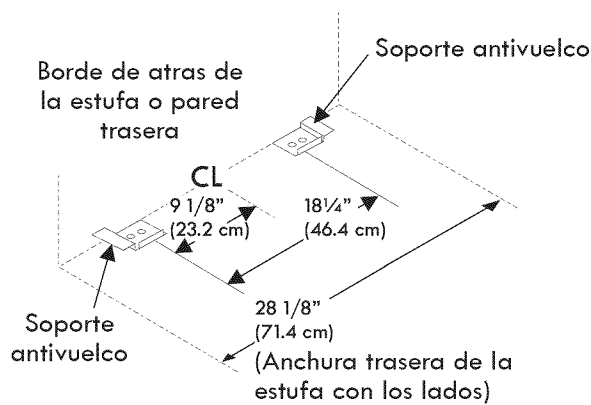

Figura 19
1. Desdoble la plantilla de papel y colóquela plana en el piso con los bordes laterales y el trasero colocados exactamente donde la parte trasera y los lados de la estufa serán colocados cuando sea instalada. (Use el diagrama siguiente para ubicar los soportes si no se dispone de la plantilla. (Ver la Figura 19))